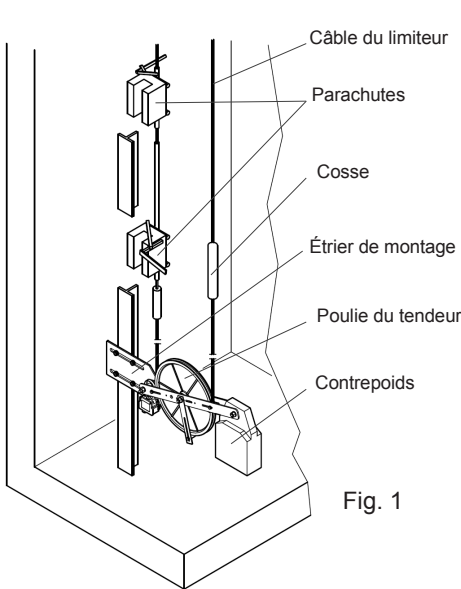

Fig. 1
- en aucun cas, le contrepoids ne doit être au contact du sol (Fig. 1 et 3), dans le cas contraire, le limiteur de vitesse est mis hors service.
- Das Spanngewicht darf auf keinen Fall Bodenkontakt haben (Abb. 1 und 3); anderenfalls, wird der Geschwindigkeitsbegrenzer außer Betrieb gesetzt.